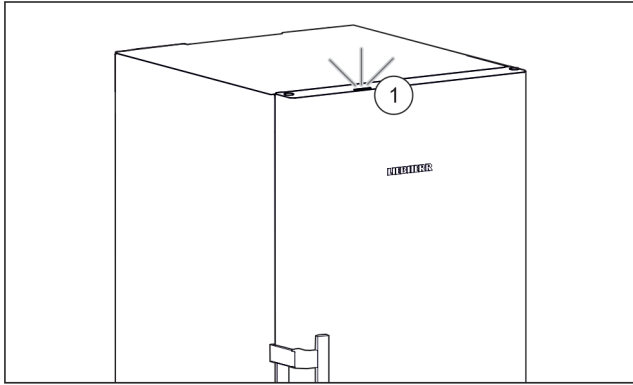

Fig. 4
При вводе устройства в эксплуатацию лампа статуса Fig. 4 (1) по умолчанию деактивирована.